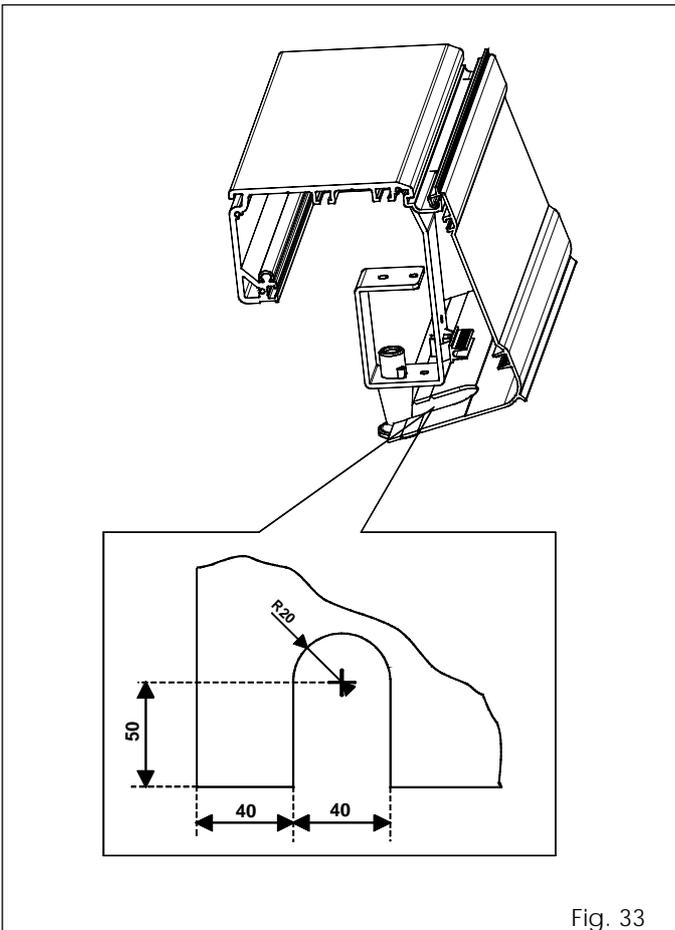

Fig. 33
- N.B.: Nel caso si utilizzi lo sblocco interno è necessario, per una corretta chiusura del carter, sagomarlo utilizzando le quote di fig. 33.